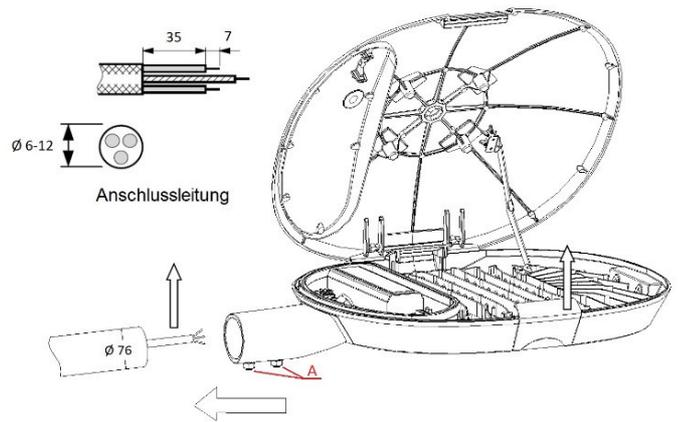

Abb. 4: FUNGO-HQ montieren
2. Die gemäß Abb. 4 vorbereitete Anschlussleitung durch die Mastaufnahme und die Verschraubung (Abb. 3, C) führen und die Verschraubung festziehen.
3. Die Leuchte an der jeweiligen Aufnahme montieren (Abb. 4) und die beiden Schrauben (Abb. 4, A) festziehen.